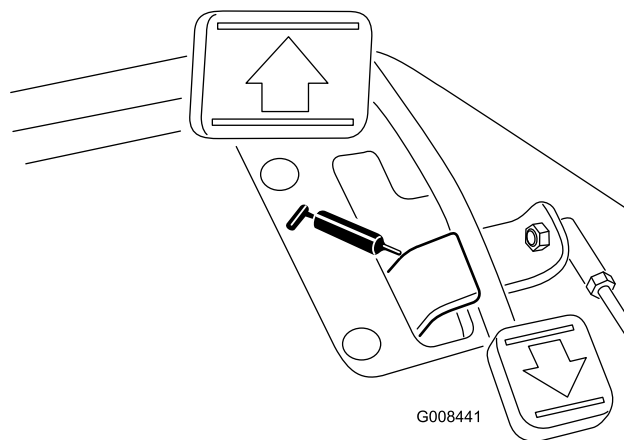

Bild 36
- Fahrpedal-Drehlager (1) (Bild 36)